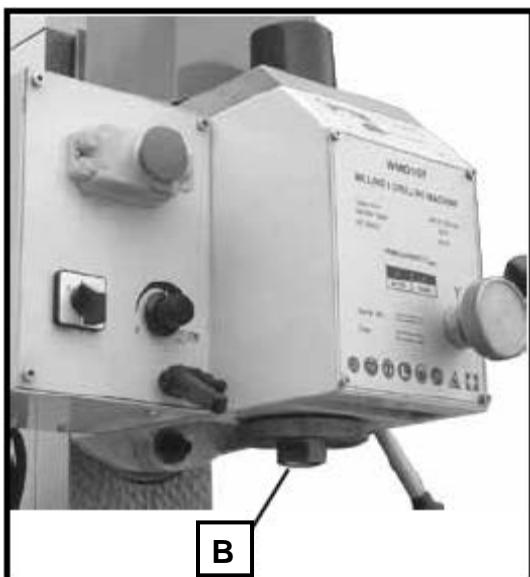
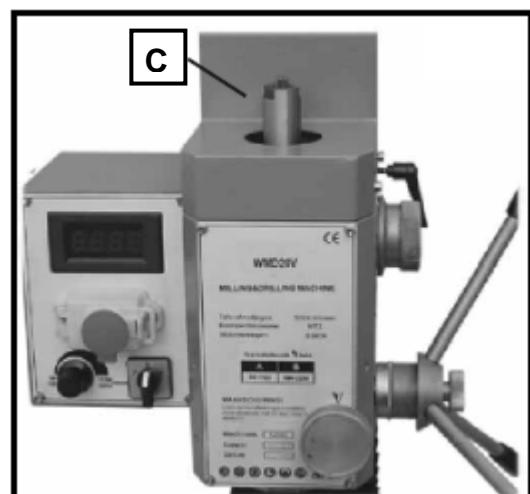

Рисунок 13.
Рисунок 14.
- 9.3. Удерживайте шпиндель (Рисунок 13, В) с помощью ключа за хвостовик, чтобы он не вращался при выкручивании штревеля (Рисунок 14, С).